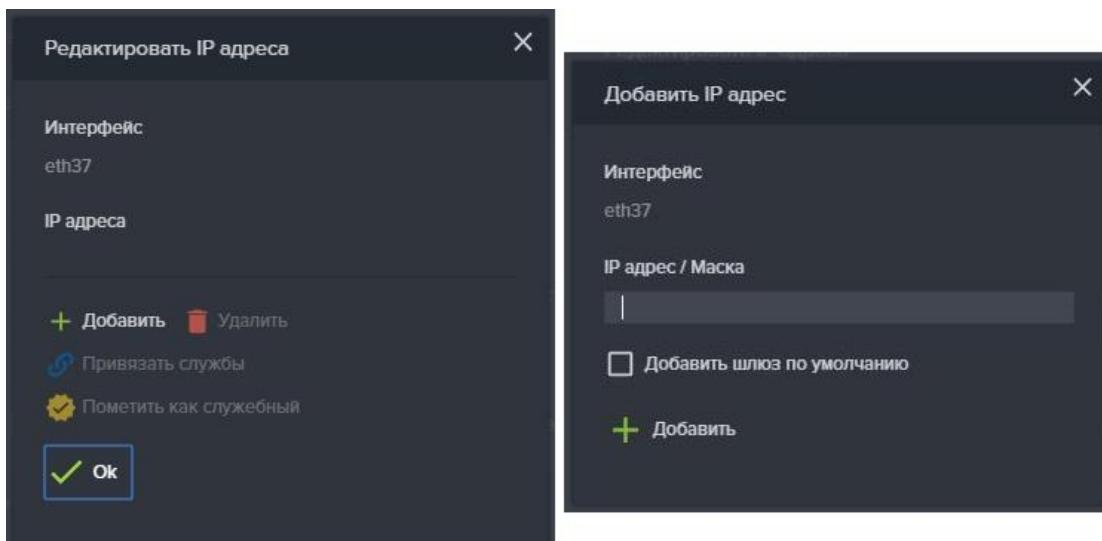

Рисунок 20. Окно редактирования IP адреса
- Нажмите кнопку «Редактировать адреса», откроется окно «Редактировать IP адреса» (см.Рисунок 20);